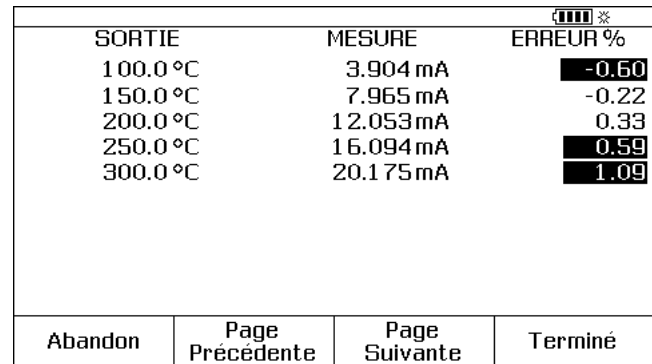

Figure 31. Écran récapitulatif d'erreurs
19. L'appareil passe ensuite aux points restants. Pour un étalonnage des paramètres de température et des paramètres électriques, les points sont traités automatiquement. En cas de pression de source, l'appareil s'arrête à chaque pas pour vous permettre d'ajuster la source de pression. Une fois les tests terminés, un tableau récapitulatif d'erreurs s'affiche. Il ressemble à la Figure 31.